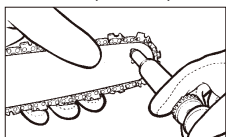

Fig. 20
3. Con la pistola lubricante (opcional), inserte la punta de aguja en el orificio de lubricación e inyecte grasa hasta que aparezca por el borde exterior de la punta de piñón (Fig. 20).